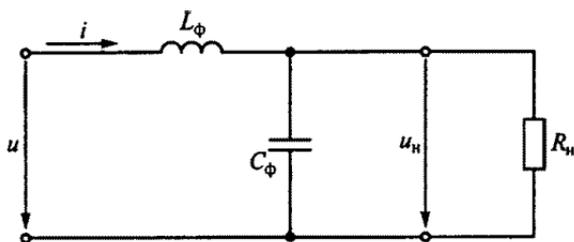

Рис. 118
3.83.Р. В цепи на рис. 118 для уменьшения пульсаций напряжения на нагрузке R_n , подключенной к двухполупериодному выпрямителю, использован Г-образный LC-фильтр. Каковы при этом коэффициенты пульсаций и сглаживания фильтра, если $L_\phi = 2,6$ Гн, $C_\phi = 3,2$ мкФ, $R_n = 10$ кОм, напряжение на выходе выпрямителя